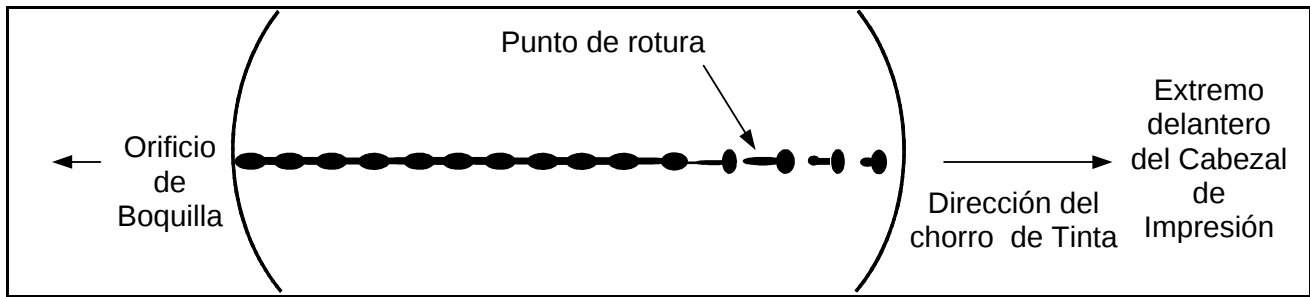

Figura 6-28. Localización del Punto de Rotura
- a. Ajuste el nivel del control de boquilla en uno por ciento y luego aumente el nivel del control de boquilla hasta que el punto de rotura quede justo en el interior de la ventana del túnel de carga. Observe la posición del punto de rotura dentro de la ventana del túnel de carga con una lupa o vidrio de aumento. Para obtener un ejemplo de como se verá el chorro de tinta dentro del túnel de carga, vea la Figura 6-28.